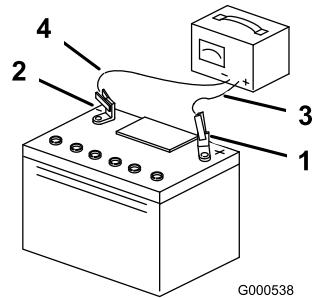

Figura 44
4. Quando a bateria estiver totalmente carregada, desligue o carregador da tomada eléctrica e em seguida desligue os cabos do carregador dos bornes da bateria (Figura 44).